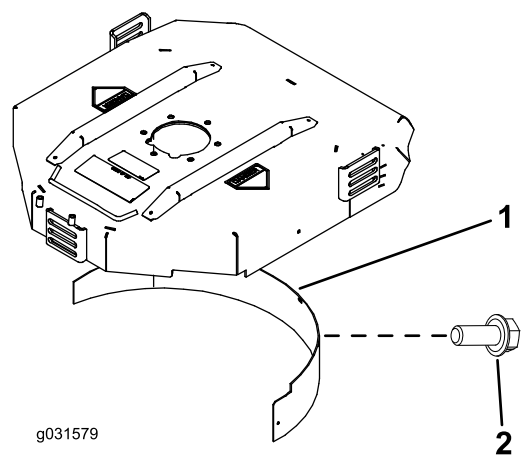

Figura 21
2. Instalați deflectorul de mulcire în deschiderea din spate și fixați-l cu 5 uruburi cu guler (Figura 21).